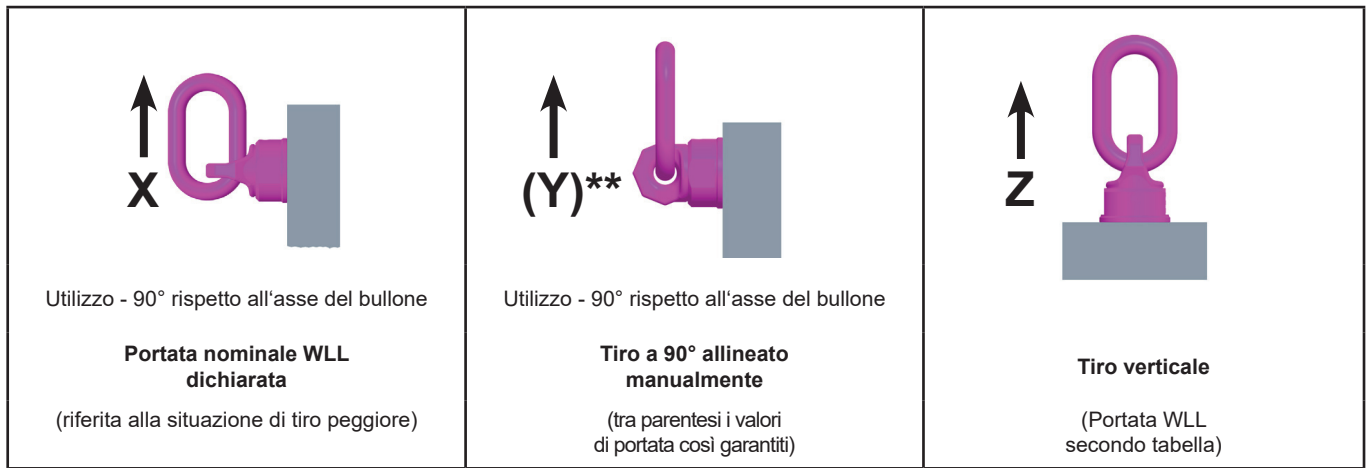

Fig. 8: Direzioni di carico
Tuttavia, la rotazione continua sotto carico non è consentita in nessuna direzione di tiro (Fig. 8).
- Quando si girano carichi fino a 90° rispetto all'asse di avvitamento (Fig. 8 / Parti X e Y), la portata per VWBG è limitata alla portata nominale (Tabella 3: Colonne con angolo di inclinazione 90°). Colonne con angolo di inclinazione 90°). La capacità di carico nominale è indicata sul componente e inclusa nella designazione del prodotto (Tabella 2 e Tabella 3: ad es. VWBG 16(22) M56).
- Quando si ruotano carichi con angolo inferiore a 90° rispetto all'asse di avvitamento, l'aumento della capacità di carico „Y“ non è ammesso (Fig. 8 - Parte Y / valore tra parentesi in Tabella 3).
- Ruotando carichi esclusivamente perpendicolarmente rispetto all'asse di imbullonatura (Fig. 8 - Parte Z), possono essere applicati i corrispondenti valori di capacità di carico della Tabella 3 (angolo di inclinazione 0°).
**Valori tra parentesi () come da Tabella 3, sono consentiti solo dopo aver manualmente orientato l'anello di portata (vedi Fig. 8 - Parte Y) prima di effettuare il sollevamento!